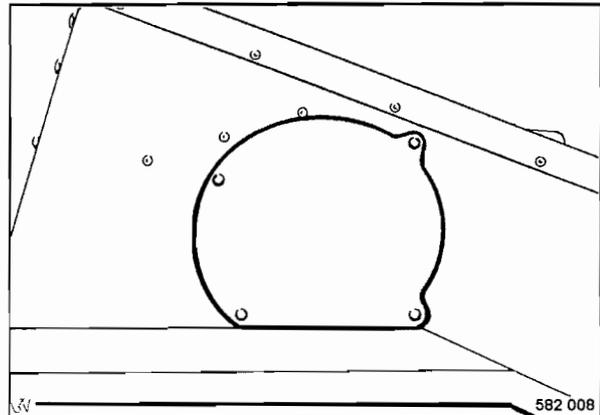

Fig. 105
- Desmontar la tapa de mantenimiento (Fig. 105).